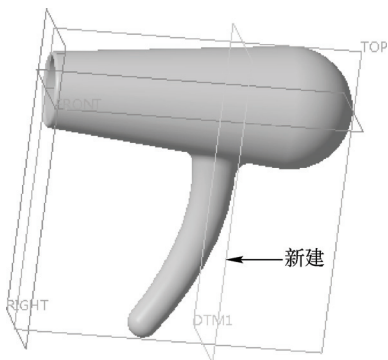

图 17-15 新建 DTM1 平面
STEP 01 单击“模型”选项卡“基准”面板中的“平面”按钮, 弹出“基准平面”对话框, 在模型树中选择“RIGHT”基准平面作为放置参考, 并在“基准平面”对话框中的“平移”文本框中输入“100”, 单击“确定”按钮, 即可新建一个名为 DTM1 的平面, 如图 17-15 所示。